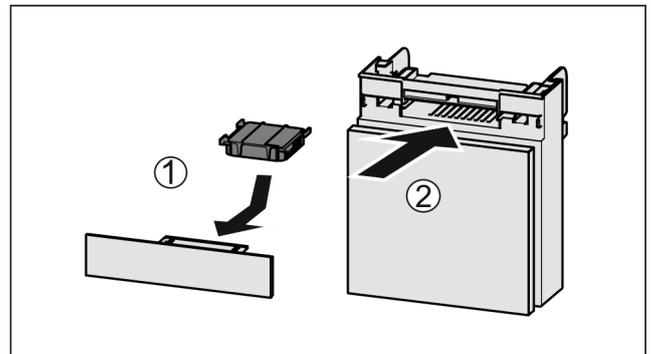

Fig. 110
- ▶ Insérer le filtre à charbon actif d'après le schéma Fig. 110 (1).
- ▶ Insérer le compartiment Fig. 110 (2).